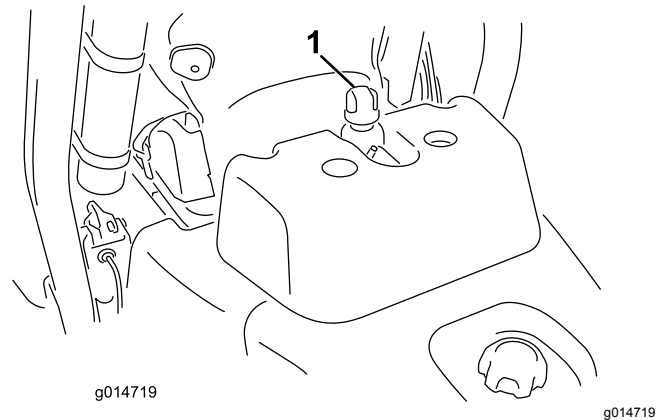

Figura 25
2. Retire el tapón del depósito (Figura 25).